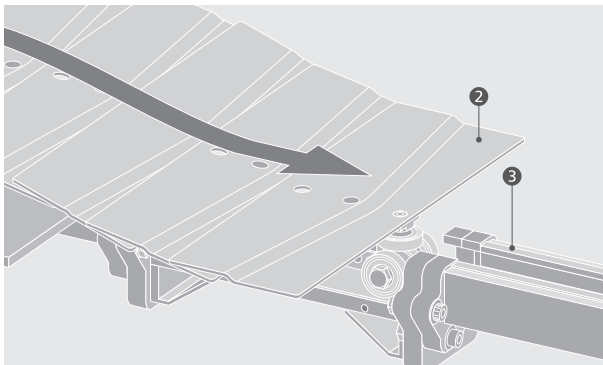
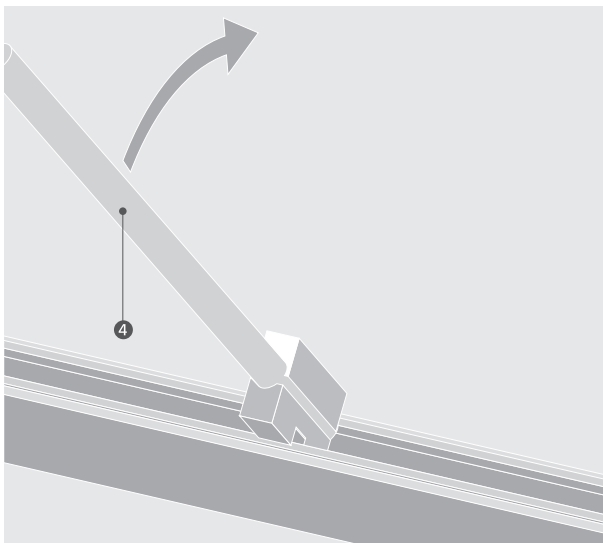

Abbildung 5.11.2
Abbildung 5.11.3
- Einen 1 Meter langen Kettenabschnitt (2) auf Leichtgängigkeit aller Räder überprüfen und von Hand in den Kanal (3) einführen. Die Laufrollen müssen in Förderrichtung vorn sein. (Abb. 5.11.2)
- Den Kettenabschnitt von Hand durch die gesamte Förderstrecke schieben und dabei auf Leichtgängigkeit achten. Durch die Montagearbeiten können an den Kanälen leichte Verformungen aufgetreten sein, die den Kettenlauf behindern. An diesen Stellen den Kanal mit dem Richtwerkzeug (4) aufhebeln.
- Seitliche Verengungen aufhebeln >> Abb. 5.11.3